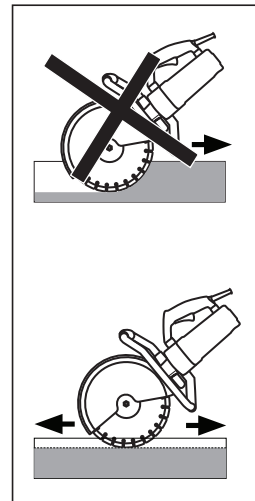

ABB. 8
- Setzen Sie die Scheibe vorsichtig auf das Werkstück auf. Die Schneideleistung ist dann am besten, wenn Sie gerade entlang der vorab markierten Schnittlinie arbeiten. Schneiden Sie maximal mit einer Schnitttiefe von 50 mm (2"). **(ABB. 8)** Sollte eine Schnitttiefe von mehr als 50 mm (2") benötigt werden, schneiden Sie in mehreren Schritten.